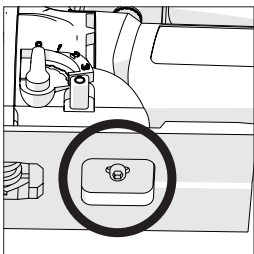

Fig 8
- Lossa insexskruven som håller fast fotplattan i maskinen. **(Fig. 8)**
- Sätt fast fotplattans plastsko på nytt, se till att alla sex (6) säkringstappar (2 på fotplattans framsida och 2 på vardera sida) är korrekt placerade.